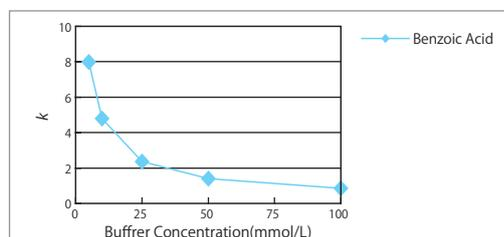

図4. 塩濃度と保持との関係
- 塩濃度を高くすると、イオン交換能が抑制され、保持が小さくなります(図4)。